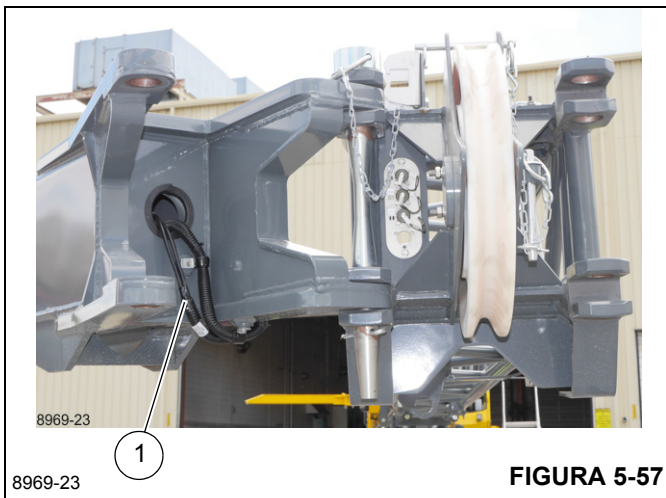

FIGURA 5-57
- a. Retire los cables (1, Figura 5-57) de su lugar de almacenamiento.